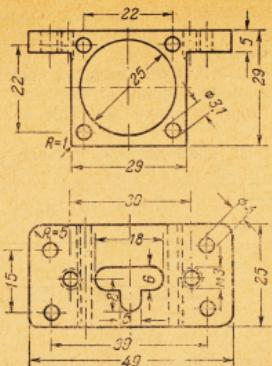
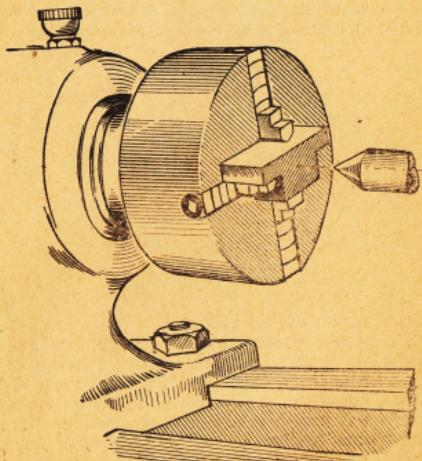

Рис. 5
Рис. 6
**б) Обработка корпуса картера.** На ровной стороне Т-образной отливки, пользуясь рис. 5, наметьте керном точку. После этого зажмите деталь в патроне станка так, чтобы намеченная точка оказалась строго против острия центра задней бабки (рис. 6). Проверив правильность установки отливки,
Сняв корпус картера, разметьте его (см. рис. 5) при помощи стальной масштабной линейки (хорошо, если есть штангенциркуль), угольника и стальной чертилки. Разметоч-
Закончив опиловку, пользуясь указаниями, данными на рис. 5, разметьте, просверлите отверстия и распишите окно в верхней части корпуса. 3-миллиметровым метчиком нарежьте резьбу в отверстиях. Нарезку произведите осторожно, лучше с керосином. Не поломайте метчик! Корпус готов.